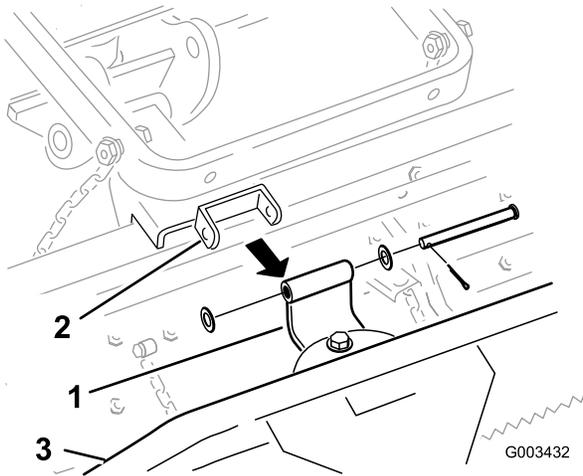

Figura 9
- B. Rimuovete la coppiglia, le rondelle e il perno con testa che fissano la staffa orientabile curva al rastrello a pettine (Figura 9).
C. Rimuovete la staffa orientabile curva e i dispositivi di fermo dal rastrello a molle (Figura 9).